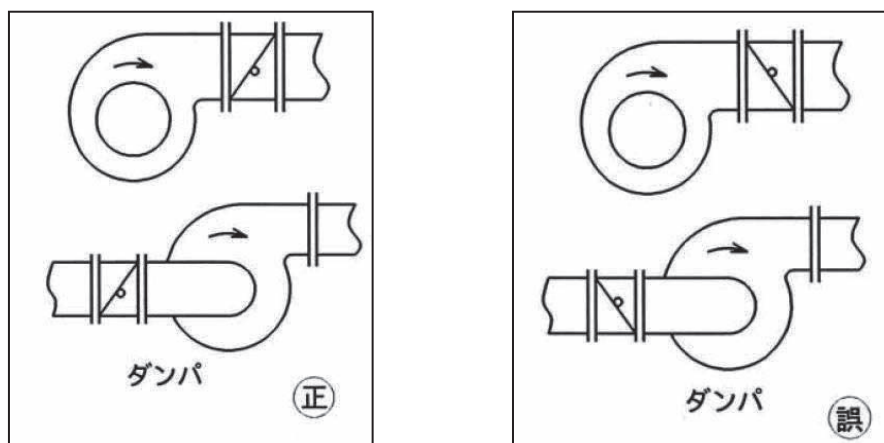

図 15 ダンパ取付方法
- (1) 別途提出の外形寸法図を参照し、送風機羽根車の回転方向に注意して所定の位置に（図 15 参照）取り付けてください。
- (2) 電動式、エアースリンダ式の場合は、各操作機を取扱説明書を良く読んでご使用ください。